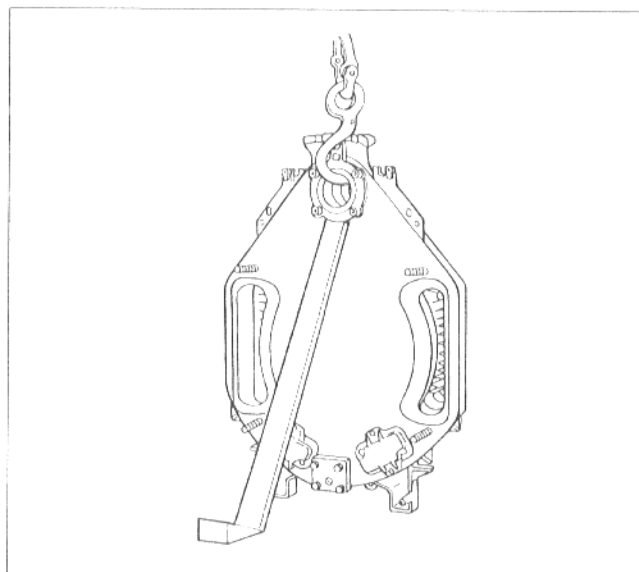

Fig. 6
- Bakelementet stilles opp og sikres så det ikke velter (Fig. 6).